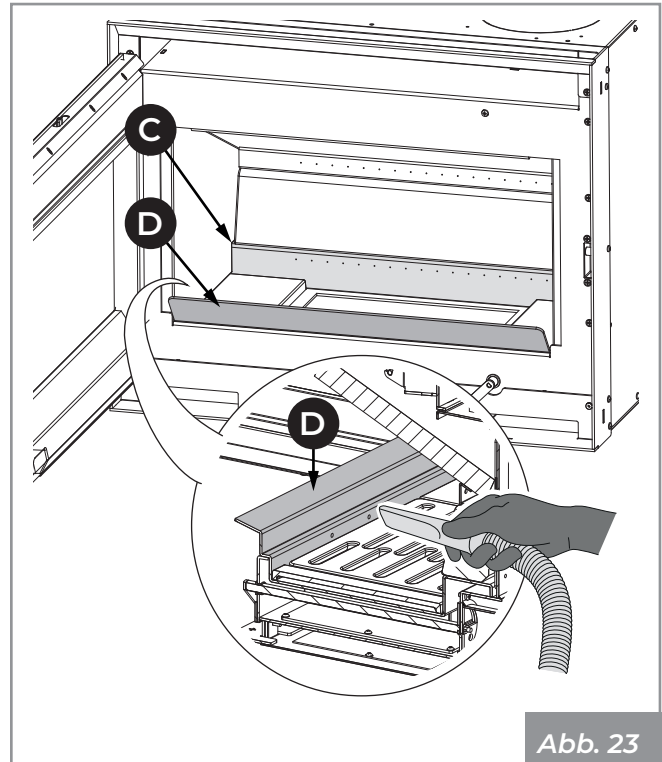

Abb. 23
- 2) Ziehen Sie die Aschelade (**B**) aus dem Sockel und saugen Sie die in den Fächern darunter angesammelte Asche auf (**Abb. 23**).
- 3) Die hinteren (**C**) und vorderen (**D** - wo vorgesehen) Löcher des Verbrennungsluftverteilers (**Abb. 23**) absaugen, um die eventuelle Ablagerung von Asche zu vermeiden.